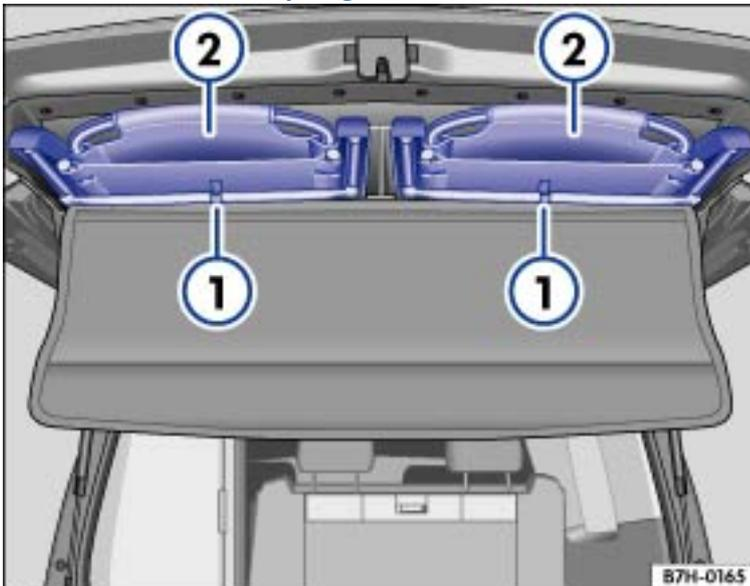

Fig. 49 Dans le capot arrière : chaises de camping
- Détachez les crochets de fixation ⇒ Fig. 49① les uns après les autres.
- Retirez les chaises de camping ②.